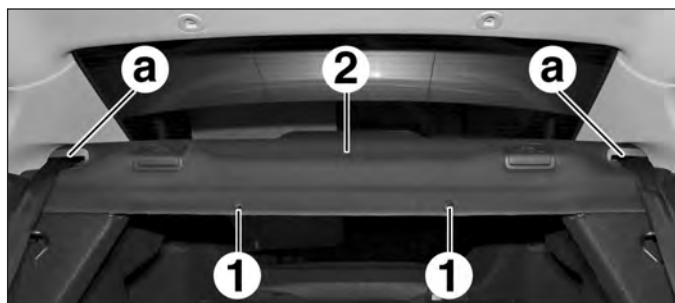

FIG.136
- Déposer les agrafes (1) de la tablette arrière (2) (Fig.136).